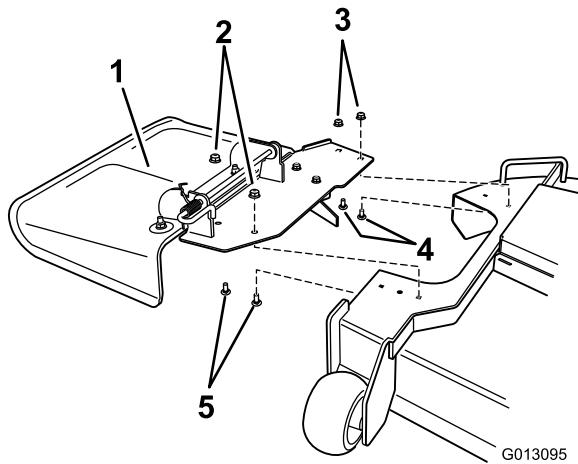

Figure 8
1. Enlevez les fixations qui retiennent le déflecteur sur le tablier (Figure 8).